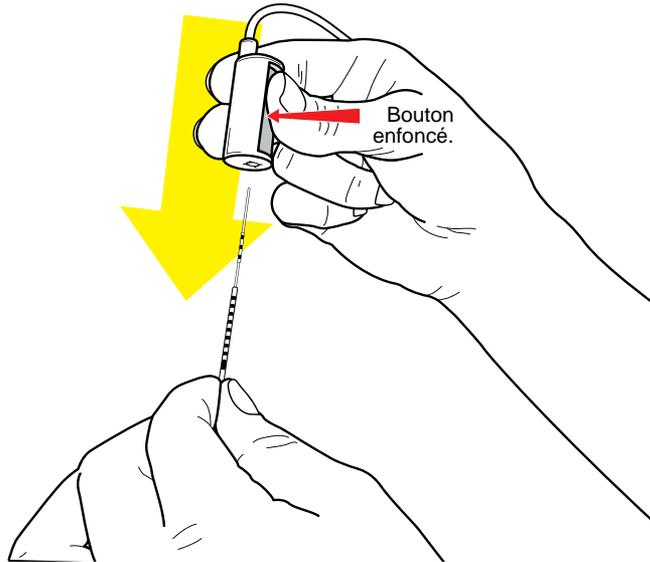

Figure 12. Appuyer sur le bouton du connecteur du câble de salle d'opération pour connecter le câble de salle d'opération à la sonde DBS
3. Tenir le câble de salle d'opération et la sonde DBS comme indiqué dans la Figure 12. Appuyer sur le bouton pour ouvrir le connecteur du câble de salle d'opération. Maintenir le bouton enfoncé.
4. Une fois le stylet de la sonde en place, faire glisser le connecteur du câble de salle d'opération sur l'extrémité proximale de la sonde DBS (Figure 12). S'assurer que la sonde DBS est bien insérée. Le connecteur du câble de salle d'opération s'arrêtera lorsque la sonde DBS est complètement insérée.